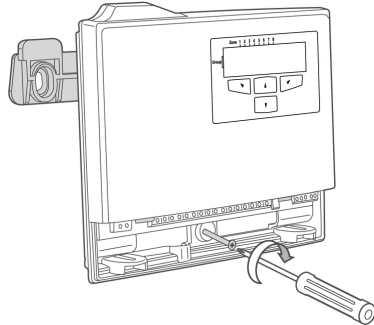

Рис. 3: Зафиксировать саморезом
4. Зафиксировать саморезом (см рис. 3).